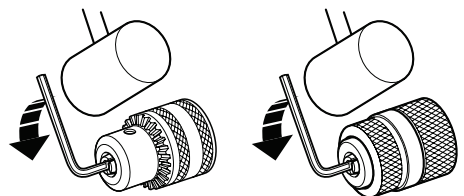

FIGURA 3
7.3 Remoção e recolocação do mandril. (FIGURA 3)